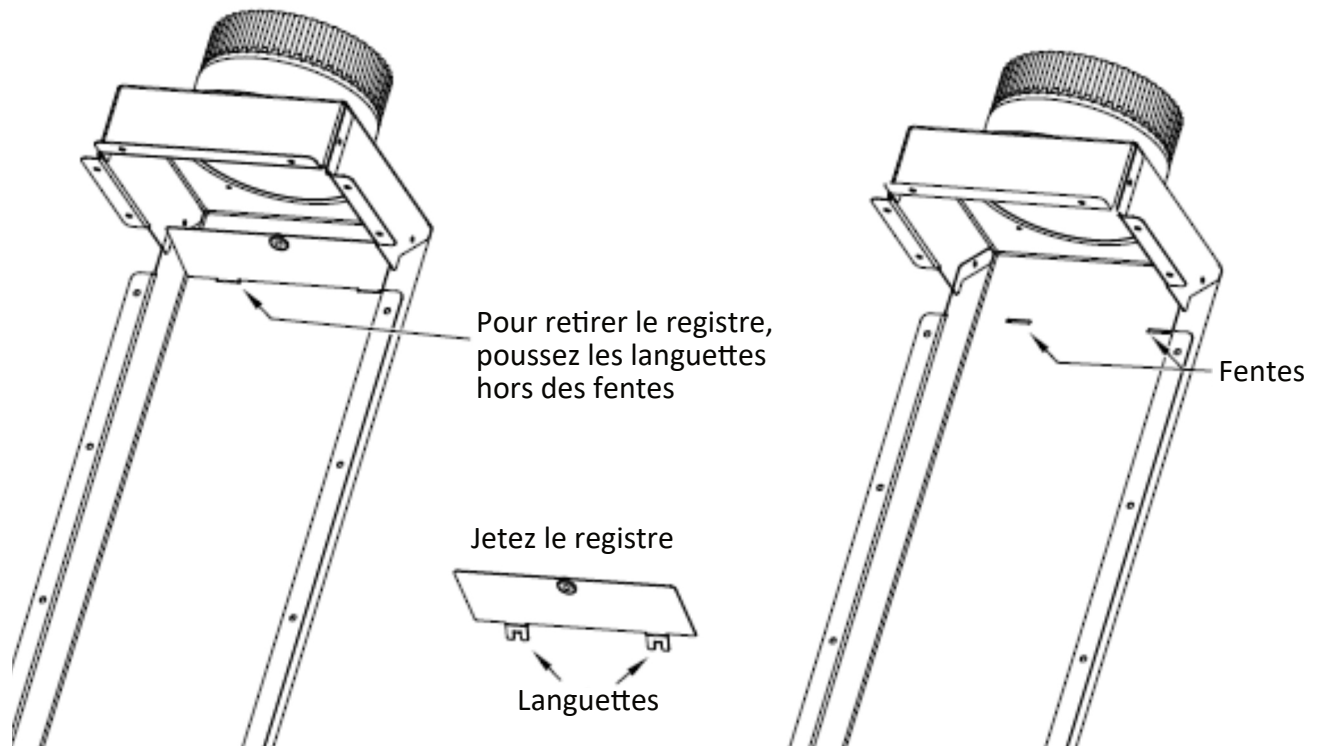

Figure 4.6 - Retrait du registre de chute d'air pour installer le kit HTK-INT
**Note :** Si vous utilisez le kit HTK-INT, le registre doit être retiré. Voir la Figure 4.6.